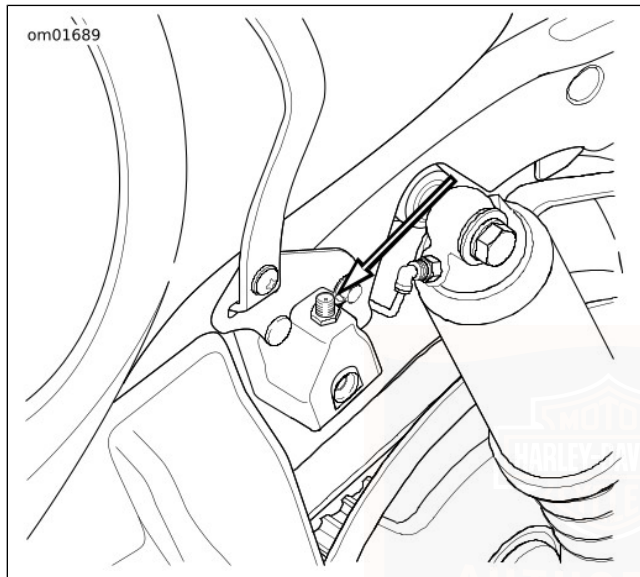

Figura 30. Válvula de ar da suspensão traseira
2. Ver Figura 30. Retirar a tampa da válvula de ar localizada quase no cimo do amortecedor esquerdo.